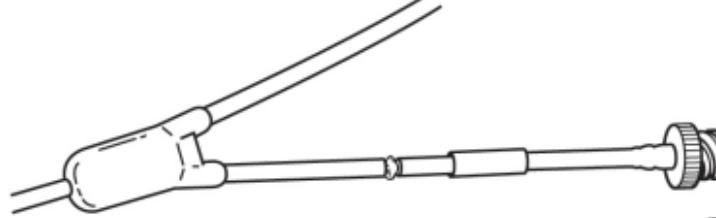

Fig. 13
4. Der påføres klæbemiddel på samlingsstedet (fig. 13).